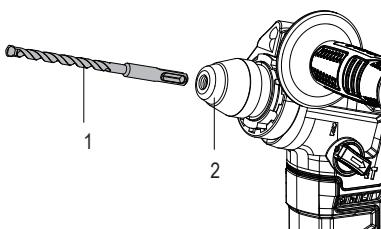

Fig.6
Cet outil utilise exclusivement des mors de perçage de type SDS-Plus (1). Pour l'installer, insérez le foret SDS-Plus (1) dans le mandrin (2) jusqu'à ce qu'il s'enclenche. Vérifiez que le foret (1) est bien maintenu en place en essayant de le retirer directement du mandrin (2). Pour le retirer, tirez le collier du mandrin (2) vers le corps de l'outil et retirez le foret (1) (Fig.6).